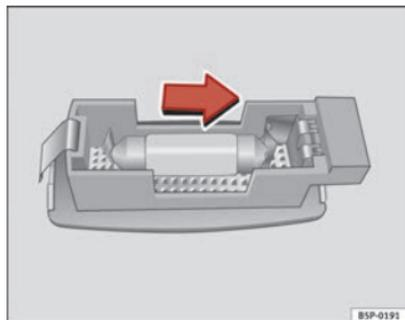

Fig. 179 Smontaggio della luce dell'aletta parasole
- Estrarre con cautela il coprifanale utilizzando il cacciavite dal lato piatto, come indicato nella figura ⇒ fig. 179.
- Rimuovere la lampada, muovendola verso l'esterno nel senso della freccia ⇒ fig. 179.